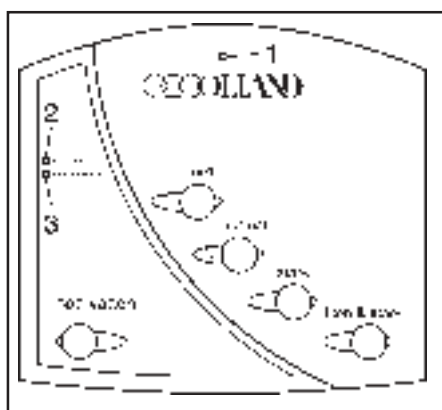
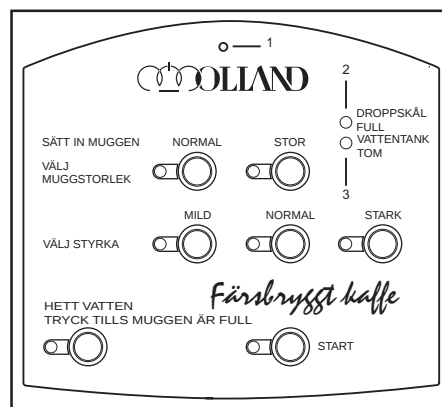

Fig. 3: Manöverpanel A
Fig. 4: Manöverpanel B
Apparaten kan fås med två olika manövertavlor. Se efter vilken manövertavla er apparat är utrustad med (se bild 3 och bild 4).
På bryggarens manöverpanel finns fem valknappar (se fig. 3). Med hjälp av dessa knappar kan man välja följande styrkor på det färsbryggda kaffet: "starkt", "nor-
Manövertavla variant B (se bild 4) har 7 valtangenten. Med dessa tangenten kan ni välja följande sorters färsbryggt kaffe: "milt", "normalt" och "starkt" samt välja mellan "normal" och "stor" kopp. Om man vill ha te går det att tappa "varmt vatten".
2. Fyll vattenkokaren med kallt vatten (se fig. 4 och "Påfyllning av vattenkokaren", § 4.2.2).